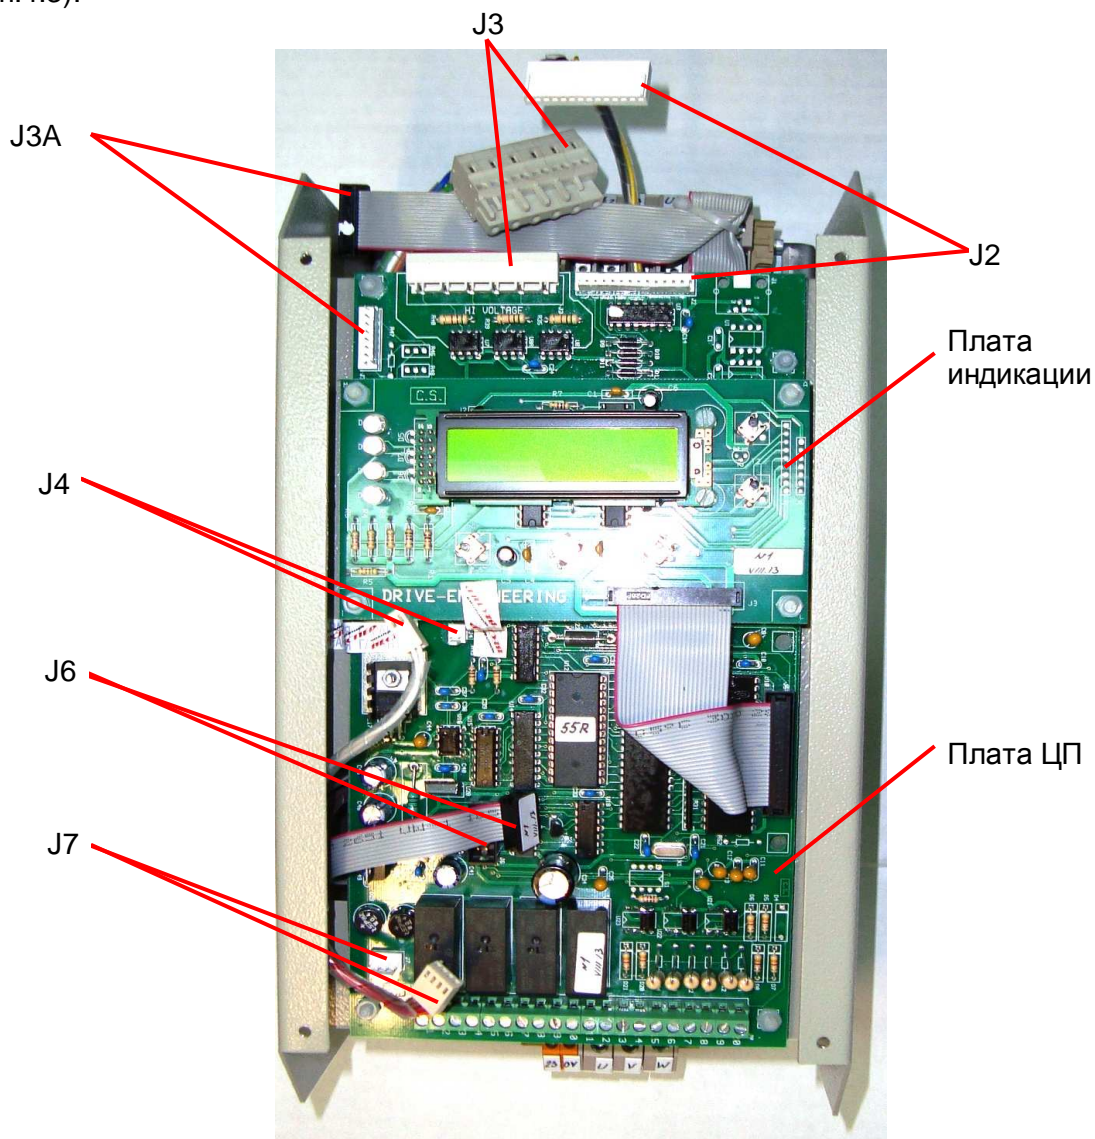

Рис. 7.18. Расположение разъемов платы ЦП.
7.9.3. Подключить разъемы кабелей к плате ЦП (разъемы J2, J3, J3A, J4, J6, J7, рис. 7.18 и схема п.4.3).